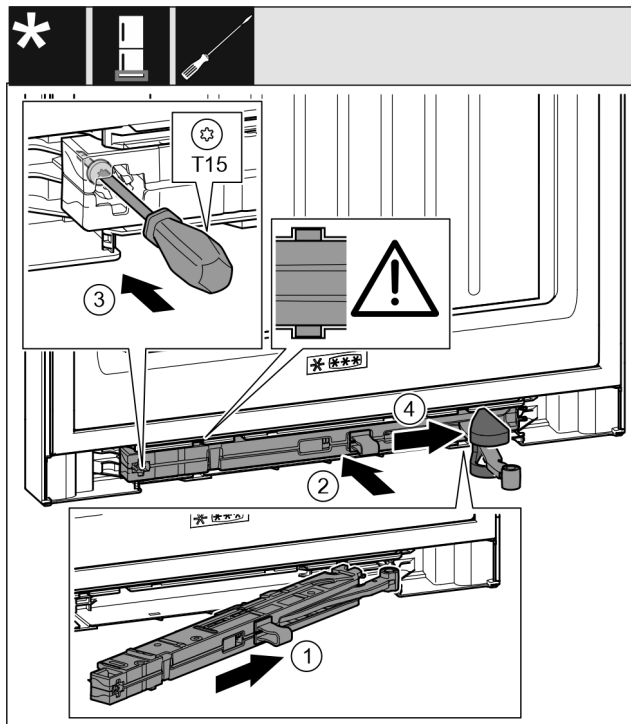

Fig. 46
- ▶ Vinkla in stängningsdämparenheten och skjut in den på lagerbockssidan vinklat i urtaget tills det tar stopp. Fig. 46 (1)
- ▶ Skjut in stängningsdämparenheten helt i öppningen. Fig. 46 (2)
- ▶ Dra åt skruven med skruvmejsel T15. Fig. 46 (3)
- ▶ Skjut skyddet över den ledade armen. Fig. 46 (4)